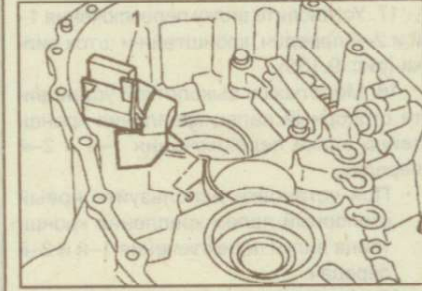

Рис. 9.153. Установка масляного кармана (1)
- 14. Установите масляный карман (рис. 9.153).